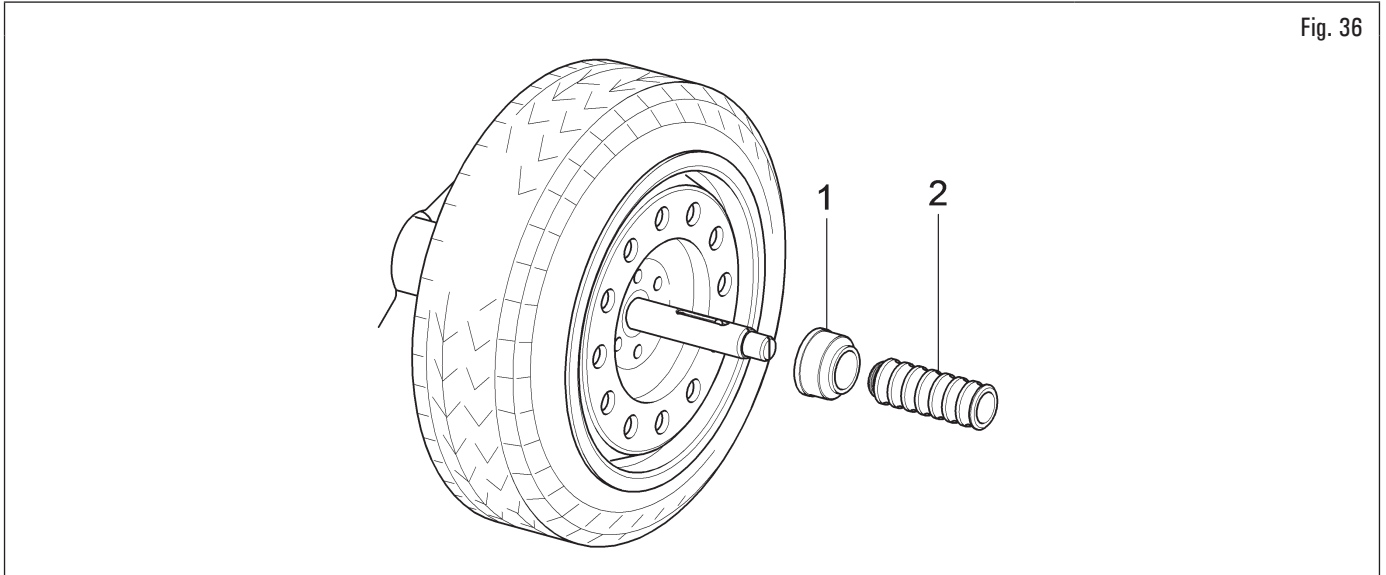

Fig. 36
- introduire la coupe de protection (Fig. 36 réf. 1) dans le manchon de blocage (Fig. 36 réf. 2) et porter tout contre la roue ;